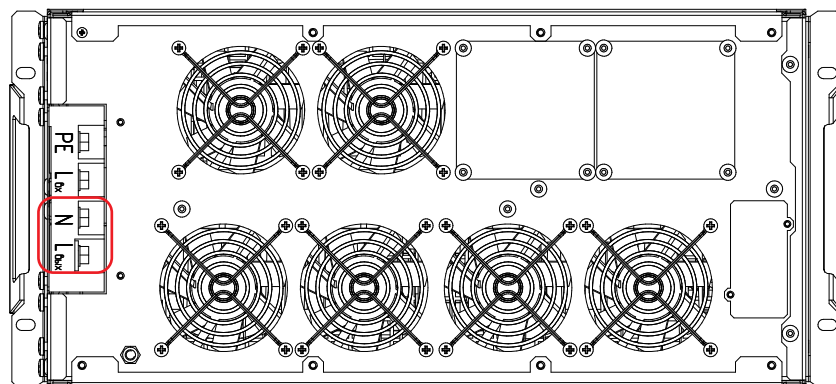

Рисунок 30. Стабилизаторы Штиль IS12000RT и IS15000RT. Выводы «N-Лвых»
- у моделей IS12000RT, IS15000RT и IS20000RT к выводам «N-Lвых» (**рисунок 30**).